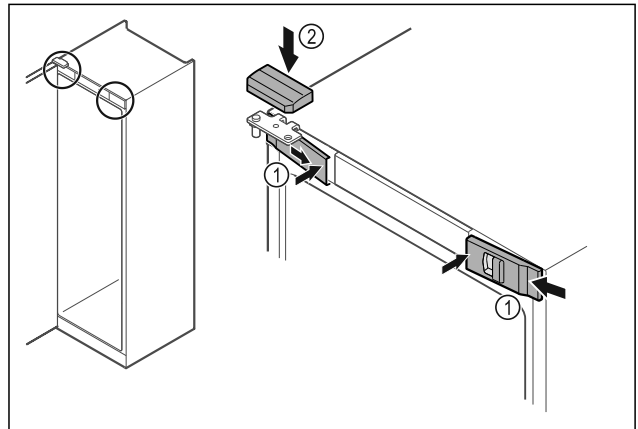

Fig. 51
- Voorste afdekkingen Fig. 51 (1) zijdelings aanbrengen en van binnen vastklikken.
- Bovenste afdekking Fig. 51 (2) van boven vastklikken.